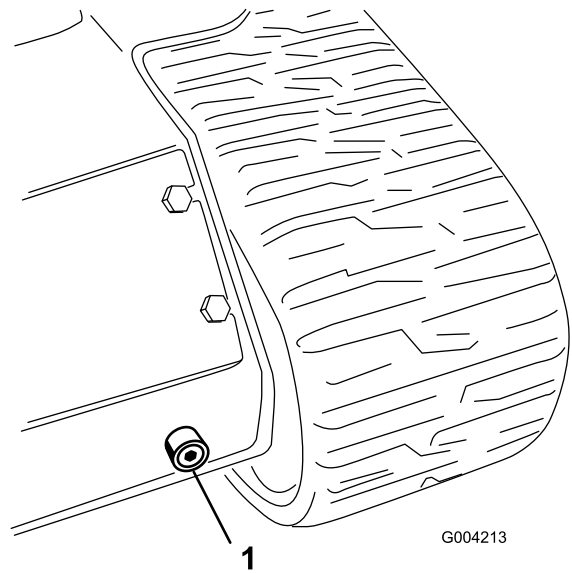

Figura 62
6. Coloque un recipiente grande (con capacidad para 57 litros) debajo del tapón de vaciado situado en la parte delantera de la máquina (Figura 62).
7. Retire el tapón de vaciado y deje fluir el aceite al recipiente (Figura 62).